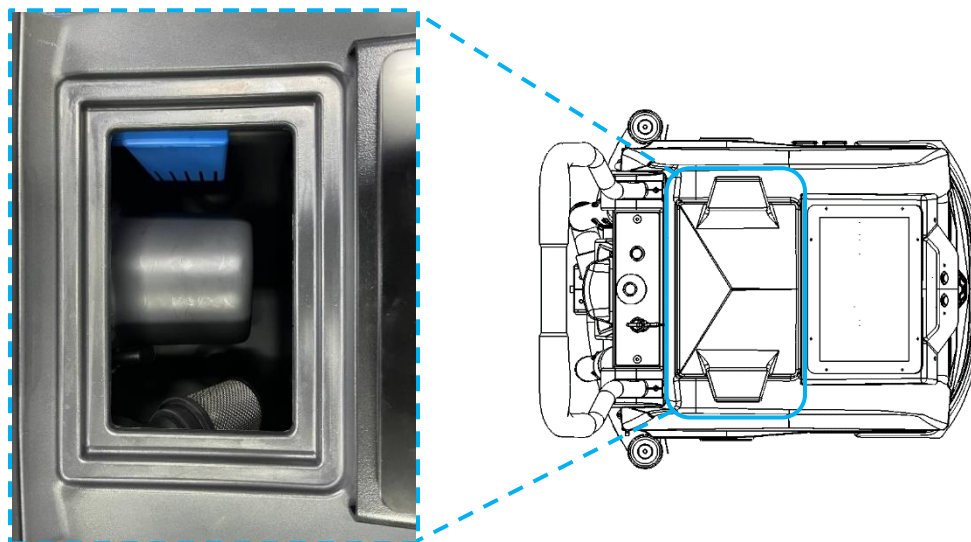

Fig. 2
3. Retirez la trappe supérieure (Fig. 2) et rangez-la soigneusement.